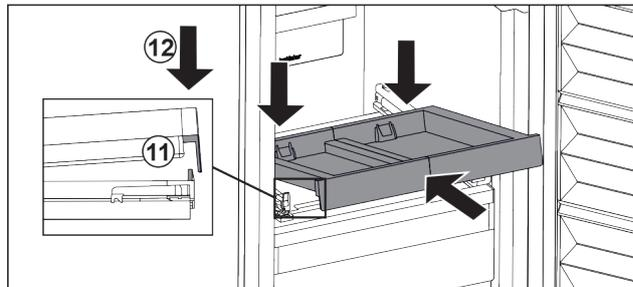

Fig. 127
- ▶ Gurnite ukoso. Pazite na to da je na obje strane graničnik iza jezička. Fig. 127 (11)
- ▶ Spustite izvlačnu ploču naprijed. Fig. 127 (12)